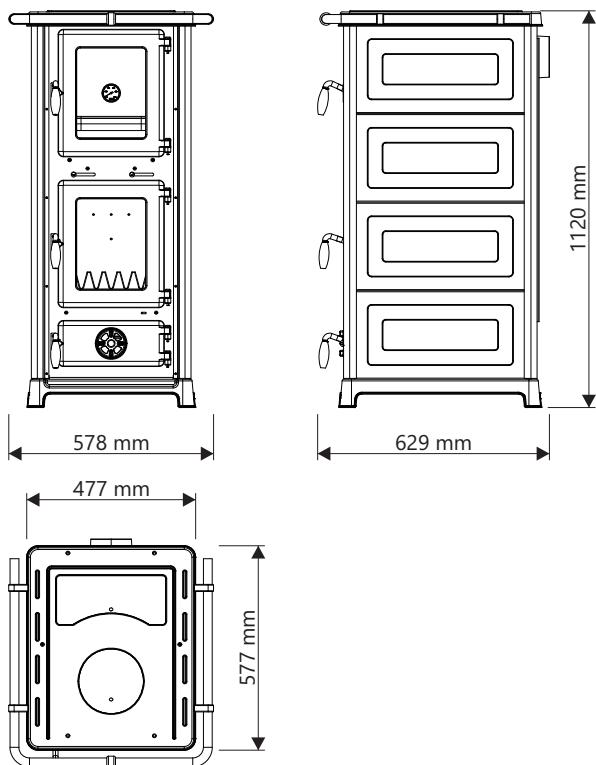

**Abbildung 1**
- Auf der Abbildung 1 ist das Aussehen des Kaminofens mit den für die Bedienung wichtigen Bestandteilen dargestellt.
### Bestandteile des Kaminofens (Abbildung 1):
- Aschentür offen lassen, bis eine stabile Flamme entsteht, nach dem Schließen der Tür die Brennintensität mit dem Primärluftregler (Abbildung 1, Position 4) regeln.
- Öffnen Sie beim Nachlegen von Brennstoff die Feuerraumtür (Abb. 1, Pos. 1) nur um einige Grad, warten Sie 4-5 Sekunden, öffnen Sie danach die Tür langsam vollständig. Öffnen Sie die Tür nicht schlagartig, weil bei starker Flamme im Feuerraum die Flamme in den Raum austreten kann.
Mit der Regelung des Einzugs im Kaminofen regeln Sie die Temperatur, Leistung und Geschwindigkeit der Brennstoffverbrennung, und das tun Sie durch Drehen des Primärluftreglers an der Aschentür (Abb. 1, Pos. 2).